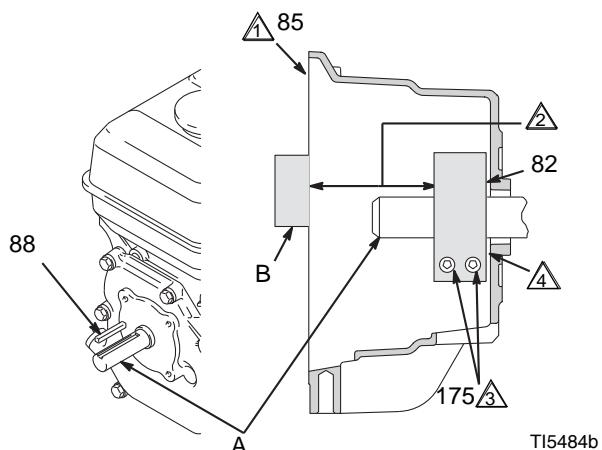

Рис. 9
- Рис. 9. Открутите два винта (175) зажима (82),
- Вставьте отвертку в паз (82) и выньте зажим.
- Рис. 9 Установите шпонку вала двигателя (88)
- Легкими ударами пластмассового молотка, насадите зажим (82) на вал двигателя (A). Выдерживайте размер, указанный в примечании 2. Фаска должна быть заподлицо с двигателем.
- Проверьте размеры: положите жесткую прямую стальную пластину (B) на поверхность корпуса муфты сцепления (5). При помощи точного прибора, измерьте расстояние между пластиной и поверхностью зажима. При необходимости, выполните регулировку зажима. Затяните два винта (175) с усилием 14,1 +1,1 Н•м.